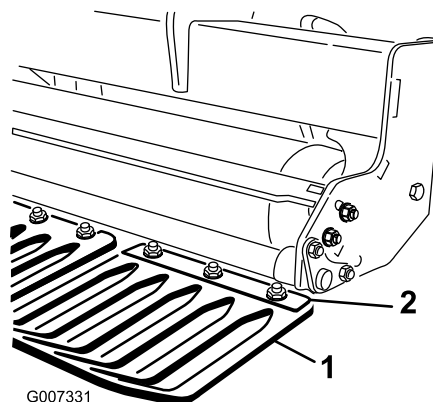

Figure 17
1. Desserrez les écrous qui fixent la barrette de maintien des protège-gazon à la barre porte-outil (Figure 17).